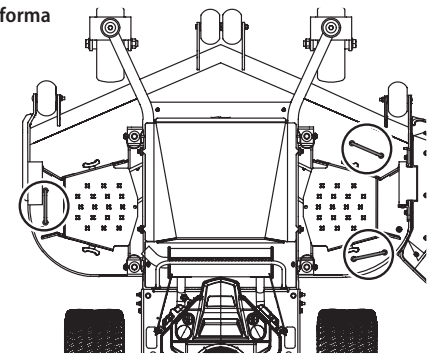
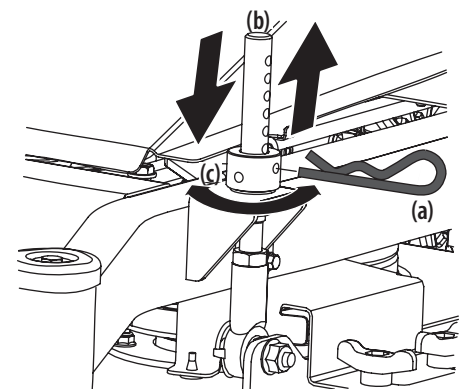

Figura 5
Figura 6
1. Sujete con seguridad una de las tres manijas de la plataforma (consulte la Figura 5 para ver la ubicación) y levántela levemente para extraer el pasador de chaveta (a). Consulte la Figura 6.
2. Suba o baje la plataforma en el pasador de ajuste de la plataforma (b) y, en combinación con el collar de ajuste de elevación de la plataforma (c), encuentre la altura deseada. Consulte la Figura 6.
3. Inserte la chaveta (a) de nuevo en el pasador de ajuste de la plataforma (b) en la posición deseada. Consulte la Figura 6.